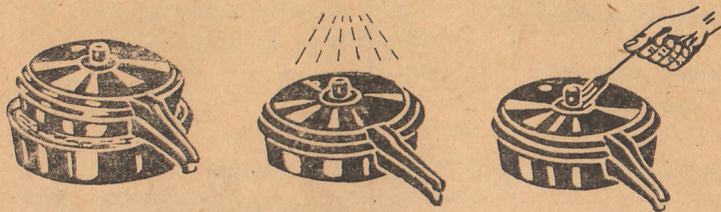

Рис. 5
5. 9. По истечении времени варки снимите скорожарку с огня и понизьте давление одним из следующих способов (рис. 5):